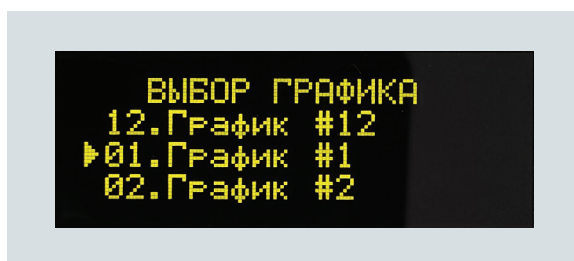

Рисунок 7 – Меню выбора графика работы изделия
1.3.2.6. График работы изделия (рисунок 7).